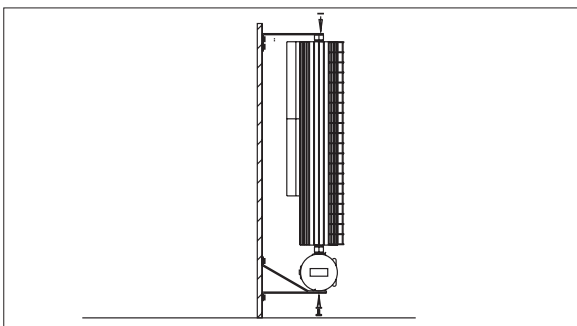
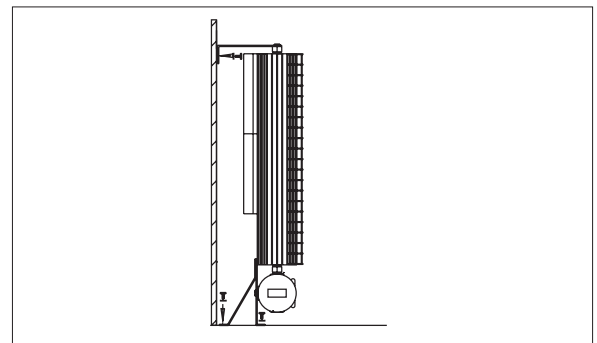

Figure 5 – Fixation du radiateur aux supports de montage
Figure 8 – Fixation du radiateur au sol et sur le mur
Étape 3: Fixer la partie inférieure du radiateur aux supports de fixation murale à l'aide des boulons 1/4 – 20 à tête hexagonale et des rondelles d'arrêt fournis (Figure 5).
Étape 3: Lever la partie supérieure de l'unité et placer le radiateur en position verticale contre le mur. Fixer les supports de fixation et de stabilisation sur la surface de montage (Figure 8).
Afin d'assurer une utilisation sécuritaire, le radiateur doit être installé comme illustré dans les Figure 5 et Figure 8. Une installation où les ailettes ne sont pas dans la bonne orientation pourrait causer une situation dangereuse (voir le Tableau 1, page 13).